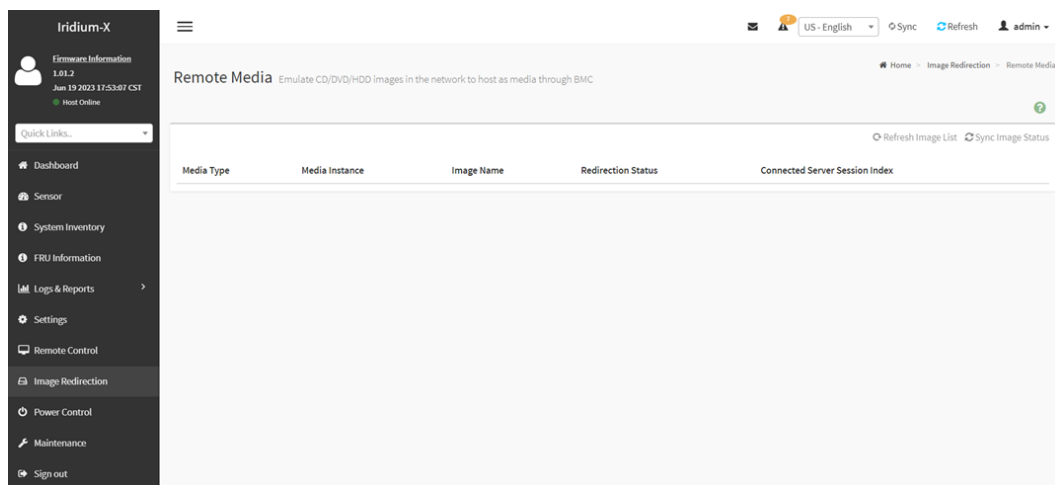

Рисунок 42 - Раздел «Image Redirection»
7) Раздел «Image Redirection» содержит вкладку с Эмулированными образами CD/DVD/HDD в сети для размещения в качестве носителя через BMC (см. Рисунок 42).